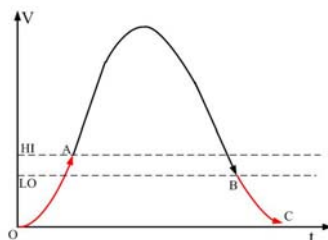

图 1: 电压继电器 1 工作原理
(1) 欠电压 1: 当检测的电压正常时, 欠电压 1 输出继电器动作, 当检测电压低于欠电压设定值 LO 或失压时, 欠电压 1 输出继电器释放。欠电压 1 输出继电器的动作和被测电压变化的关系如图 1 所示: OA、BC 段表示欠电压保护区, 输出继电器释放, AB 段输出继电器吸合。